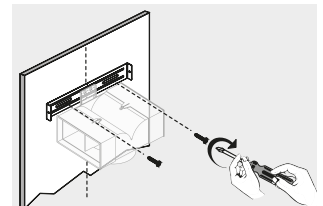

Figura 6
- Asegure el soporte de fijación del cubreductos superior a la pared usando 2 tornillos ST 4.2X30. (Ver Figura 6).
- En caso de instalar la campana en modo recirculante, este soporte tendrá ensamblado el deflector como se detalló en el paso anterior. (figura 6)